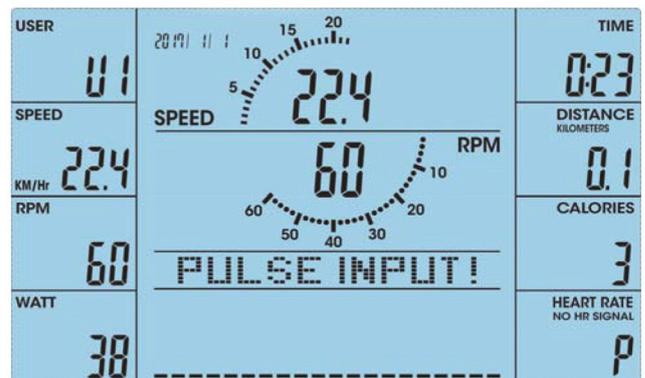

Fig. 43
5. Pulse START/STOP para omitir la introducción del objetivo y comenzar el entrenamiento directamente (fig. 43).
Si no se produce ninguna entrada de pulso durante seis segundos, la pantalla LCD mostrará «PULSE INPUT» como recordatorio hasta que se detecte un pulso (fig. 43).